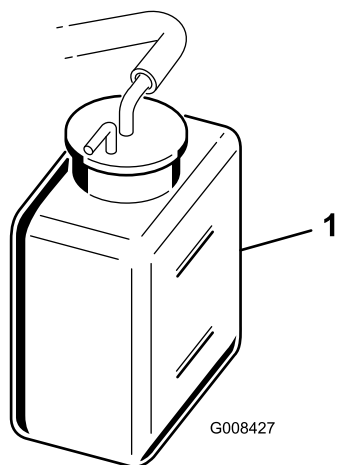

Figura 28
2. Controllate il livello del refrigerante (Figura 28). Quando il motore è freddo, il livello dovrebbe trovarsi tra le linee presenti sul serbatoio di riserva.